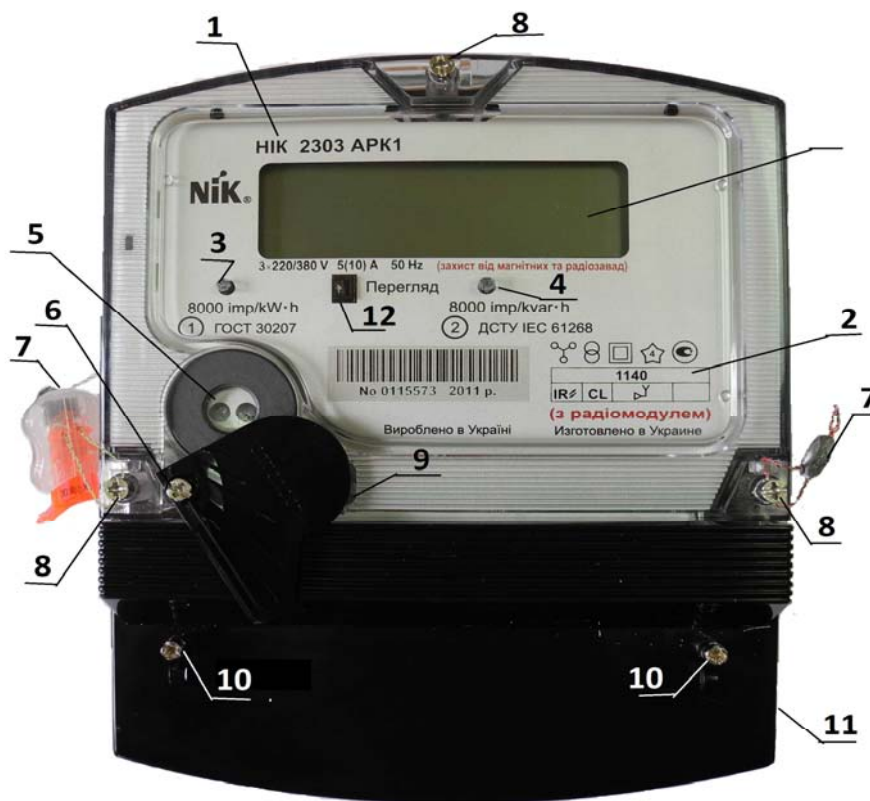

рисунок 1.1
1.3.1 Зовнішній вигляд лічильника представлений на прикладі лічильника НІК 2303 АРК1 АРК1 1140, на рис. 1.1.
1.4.5 На лицьовій панелі лічильників розташована оптична кнопка « Перегляд» (рис. 1.1), призначена для перемикання обмірюваних і обчислених величин (далі по тексту вікон), які відображаються на РКІ. Спрацьовування кнопки відбувається при дотику пальця руки до пластику над кнопкою, і супроводжується подачею звукового сигналу від внутрішнього динаміка лічильників. Звуковий сигнал може бути відключений при параметризації.